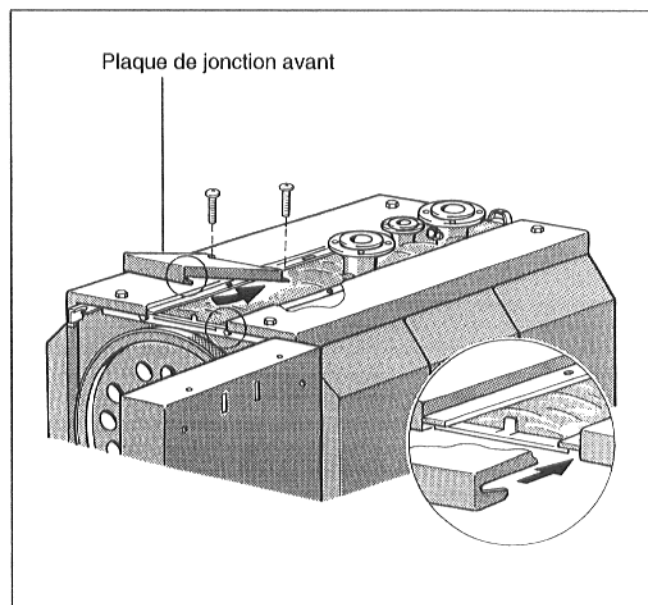

Fig. 17
- Insérer les languettes droites et gauches de la partie arrière du capot dans les fentes des parties latérales du capot (Fig. 17).
- Pousser la partie avant du capot vers l'arrière, jusqu'à ce que les deux fentes s'encliquettent à droite et à gauche dans le rebord de la traverse et dans la partie gauche et droite du capot (Fig. 17).
- Visser la partie avant du capot à l'aide de 2 vis Parker (Fig. 17).